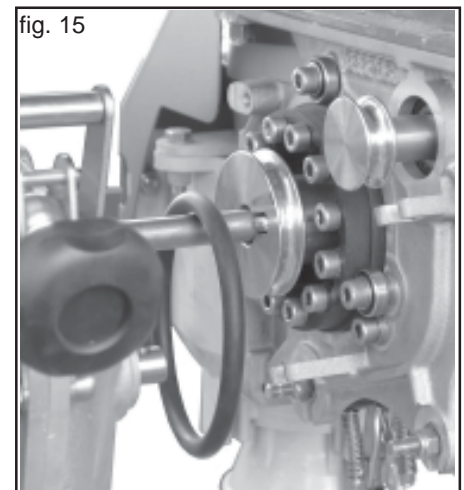

fig. 15
- Lasciare la cinghia sull'albero di trasmissione (Fig. 15).